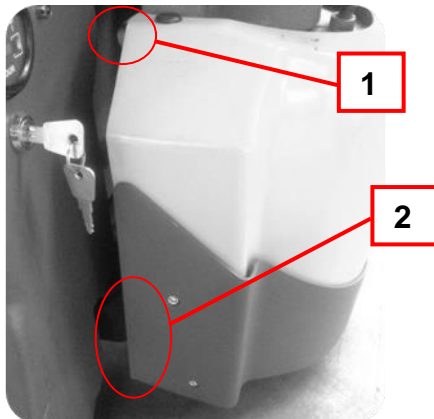

Fig. 06
- (Fig.06) Afrouxe os parafusos 1 e 2, totalizando 6 peças, então remova a carcaça.